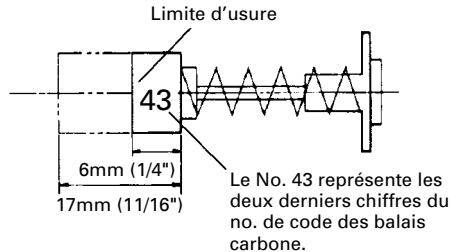
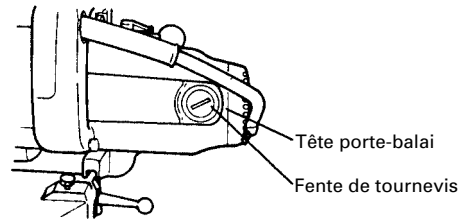

Fig. 39
Fig. 40
(1) Desserrer l'écrou de 8 mm et serrer les quatre vis de fixation à douille hexagonale de 8 mm jusqu'à ce que l'outil électrique fonctionne en douceur et sans que les composants se desserrent.
(2) Serrer l'écrou de 8 mm à fond après avoir terminé ces réglages.
3. Inspecter les balais carbone (Fig. 39 et Fig. 40)
En conséquence, inspecter périodiquement les balais en carbone et les remplacer lorsqu'ils ont atteint la limite d'usure comme indiqué à la Fig. 39.
Par ailleurs, maintenir les balais carbone propres de façon qu'ils glissent régulièrement dans les porte-balai. Les balais carbone sont faciles à retirer ; pour cela, retirer les têtes porte-balai (voir Fig. 40) avec un tournevis à tête plate (signe moins).